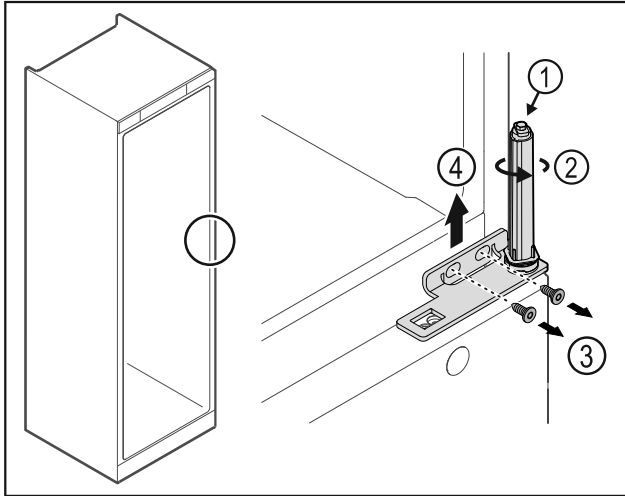

Fig. 26
- ▶ Deursluitstelsysteem niet uit elkaar halen Fig. 26 (1).
- ▶ Sluitsysteem Fig. 26 (2) draaien tot het klikt.
- ▶ Schroeven Fig. 26 (3) losmaken, scharnierhoek naar boven toe verwijderen Fig. 26 (4).